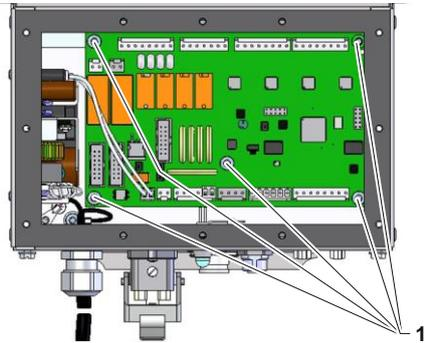

Abb. 3.: Draufsicht Elektroteil Vario-5
- 5x Schrauben (Kennzeichnung 1 → Abb. 3) an der VFC-51 (A 11) entfernen.
- Ersatz VFC-51 (A 11) im Elektroteil mit 5x Schrauben (Kennzeichnung 1 → Abb. 3) befestigen.